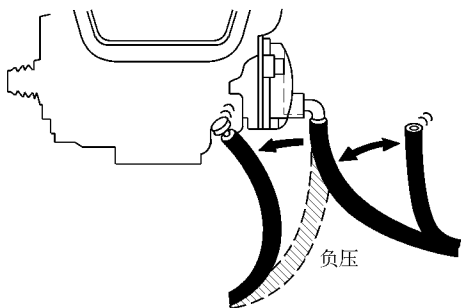

图 2-60 检查辅助加速泵的膜片
(12) 检查辅助加速泵 (AAP) 的膜片。起动发动机, 然后从 AAP 上脱开软管, 在怠速下直接向 AAP 施加和释放负压, 检查在释放负压时发动机转速是否变化, 再重新连接 AAP 软管, 关闭发动机, 如图 2-60 所示。